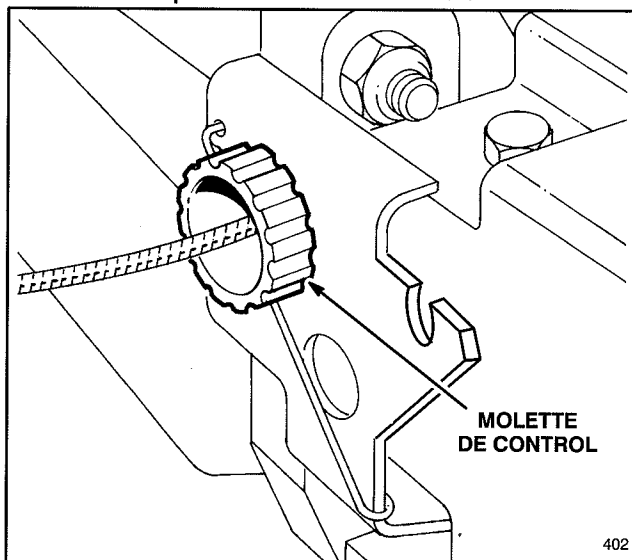

Figure 17
1. Réglage (Fig. 17)—Tournez la molette de contrôle d'un demi-tour dans le sens des aiguilles d'une montre si la tondeuse ne se propulse pas. Si la tondeuse rampe vers l'avant, tournez la molette d'un demi-tour dans le sens contraire des aiguilles d'une montre pour desserrer la courroie.